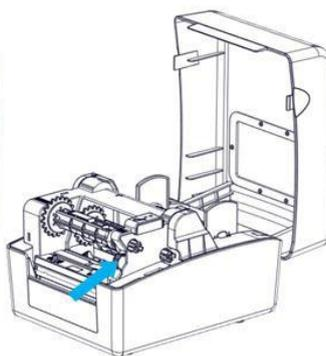
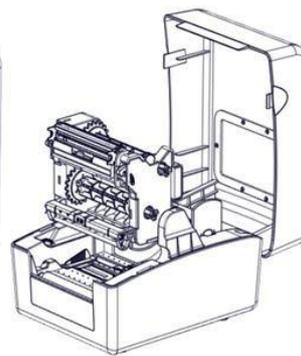

Рис. 2.2.2
Рис. 2.2.3
- 2) Нажмите рычаг подъема держателя риббона в направлении, обозначенном стрелкой, как показано на рис. 2.2.2. Подняв держатель риббона, поверните его в направлении вверх на 90°, как показано на рис. 2.2.3.